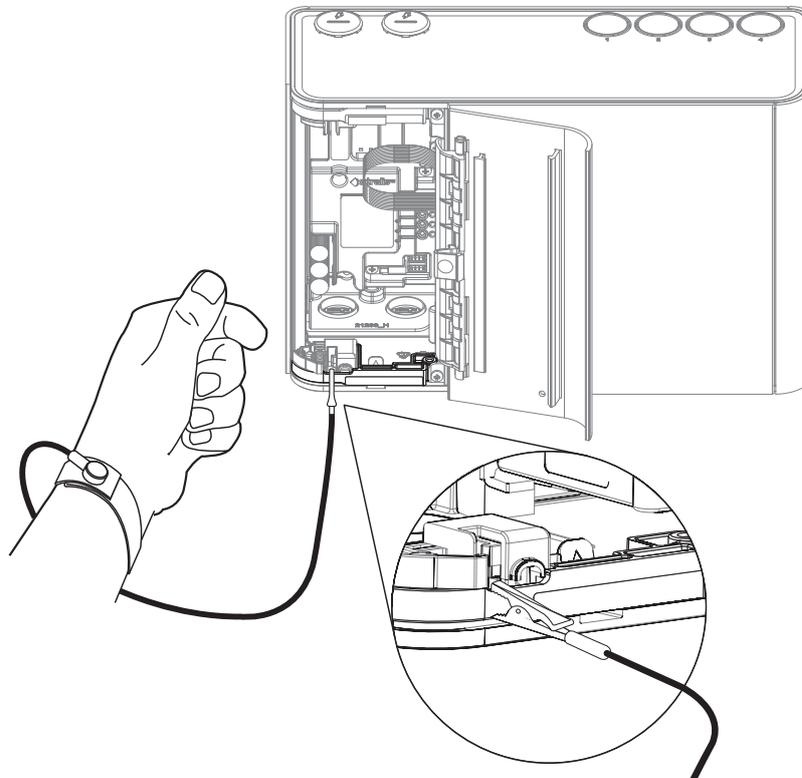

Figure 7-7: Application d'un bracelet anti-statique
**Attention :** Des précautions contre des décharges électrostatiques doivent être prises avant de retirer la façade du détecteur. Un bracelet anti-statique doit être connecté au boîtier du détecteur (Figure 7-7).